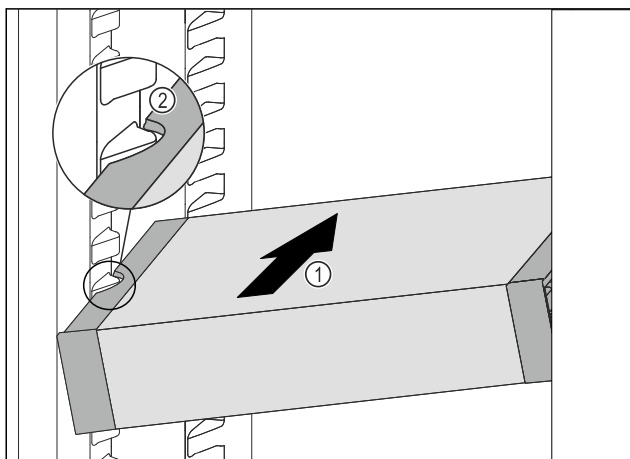

Fig. 122
- Insérer le VarioSafe en biais dans la partie réfrigérateur Fig. 122 (1) jusqu'à ce que les encoches latérales Fig. 122 (2) du VarioSafe se trouvent à la hauteur de la nervure du bac dans la partie réfrigérateur.